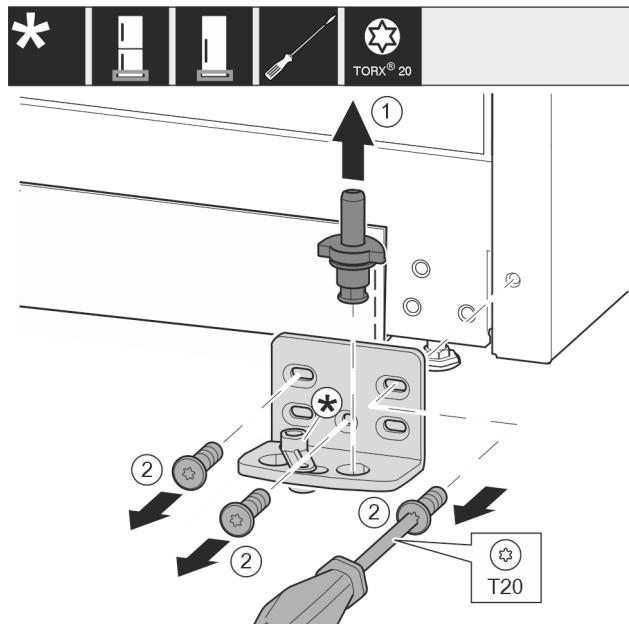

Fig. 16 *
- Extraiga el perno del cojinete Fig. 16 (1) por completo hacia arriba.*
- Desatornille los tornillos Fig. 16 (2) con un destornillador y retire el soporte del cojinete.*